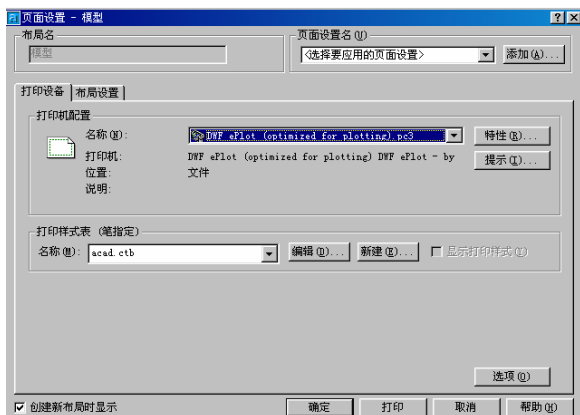

图 8-10
1、打开将要打印的图形，然后单击【文件】/【页面设置】选项，系统就弹出如图 8-10 所示对话框。